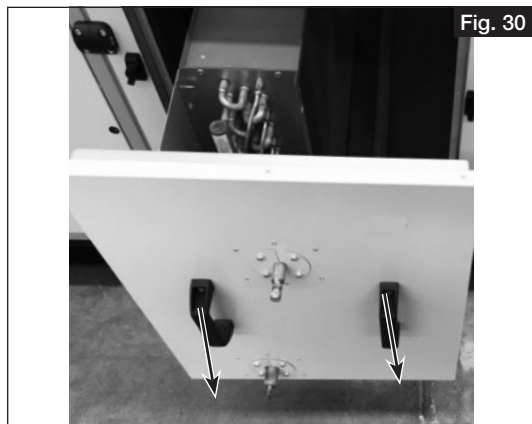

Fig. 30
2. Retirer délicatement le chauffage à eau chaude (voir fig. 30).